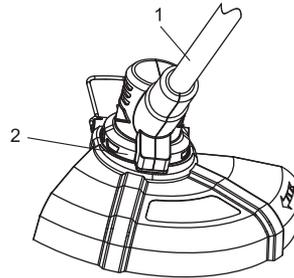

Fig. 9
1. Saisir le manche télescopique (1) d'une main (Fig. 9).